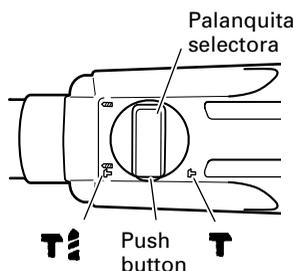

Fig. 12
- (1) Monte el puntero o el cincel.
- (2) Presione el pulsador y ponga la palanca de cambio en el centro de las marcas **T** y **T**. (Fig. 12)